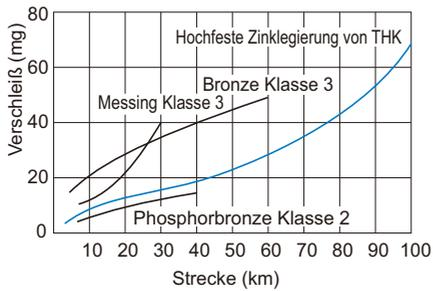

Abb. 1 Verschleißfestigkeit der hochfesten Zinklegierung
Bei einem Gleitlager dient der pV-Wert, der die Summe aus Flächenpressung (p) und Gleitgeschwindigkeit (V) ist, als Maßstab zur Auswahl des geeigneten Typs. Nehmen Sie den angegebenen pV-Wert in Abb. 1 als Richtwert zur Auswahl der Trapezspindel. Der pV-Wert variiert je nach Schmierbedingungen.
Abb. 1 pV-Wert